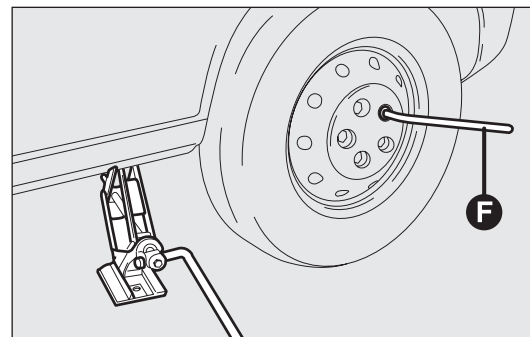

fig. 171
- dévisser complètement avec la clé F-fig. 171 les boulons et extraire la roue;